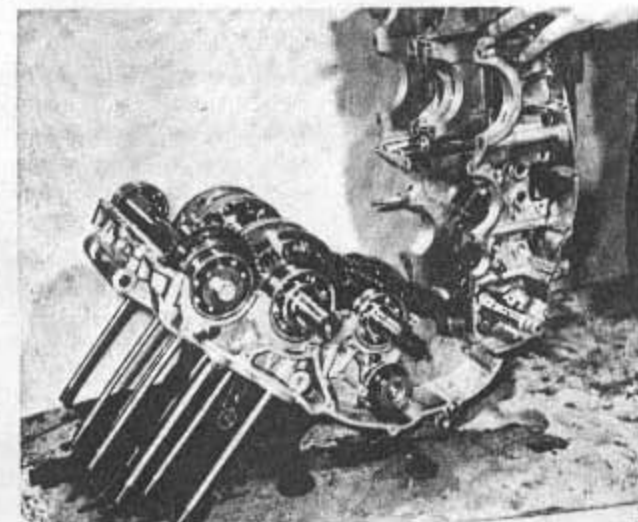

Bild 46
- Das Trennen der Gehäusehälften erfolgt bei umgedrehtem Motor, so dass sich die untere Hälfte abheben lässt und alle wichtigen Komponenten in der oberen Hälfte verbleiben (Bild 46).